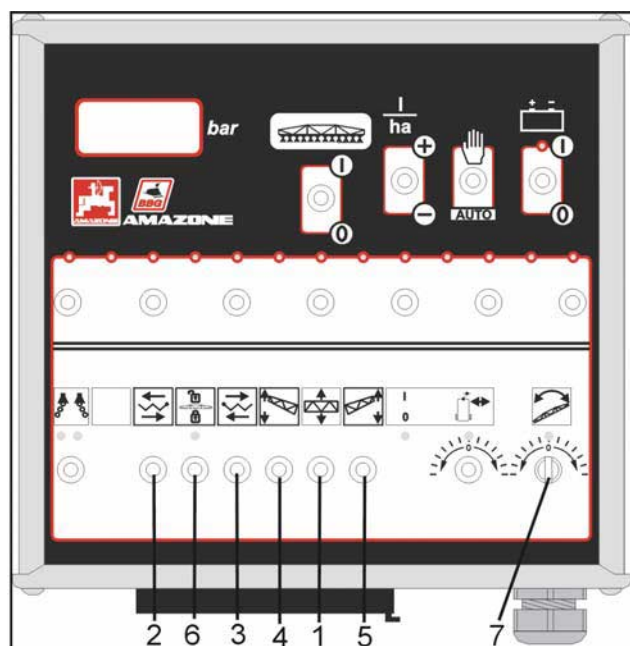

Fig. 8.49
- **Svingningsudligningen låses ved at trykke på tasten (fig. 8.49/6) (se hertil kap. 8.2.2.4).**
- Tasterne (fig. 8.49/2 og 8.49/3) holdes i positionen "indklapning", indtil de enkelte bomelementer har foldet sig sammen og begge bomsektioner er klappet op.